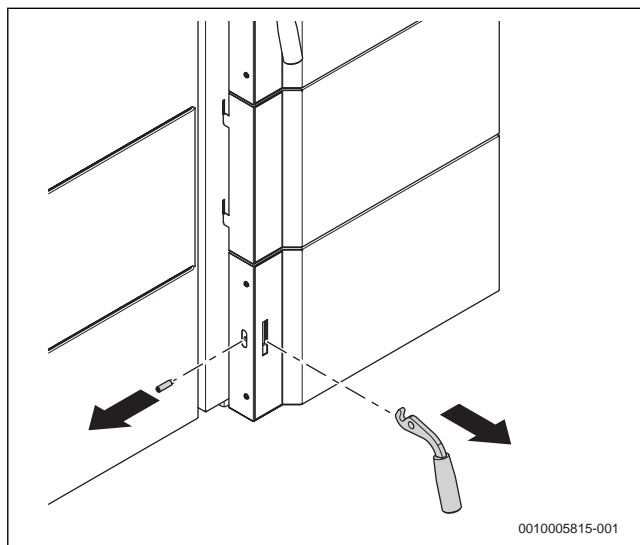

Рис. 20 Демонтировать ручку двери
- ▶ Демонтаж ручек дверцы (→ рис. 20).